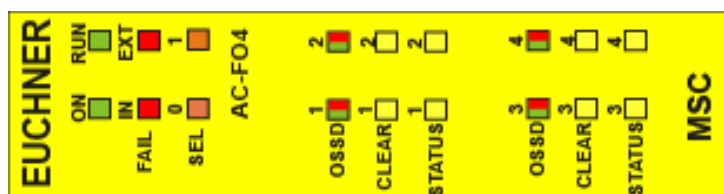

Figure 21 :
8.3.9. Module AC-F04 (Figure 21)